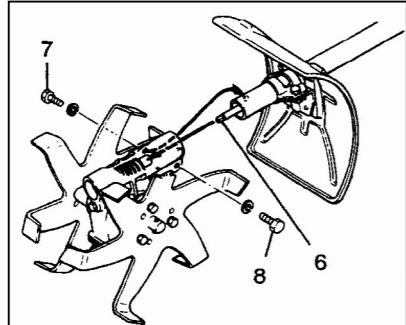

Fig. 4
- Install Mini-culti. unit onto the pipe end where gear case has been removed from by aligning drive shaft (6) and squared or splined hole in gear case. If drive shaft does not fit into the hole, try to turn the whole unit slightly right and left. (Fig. 4)
- Once the unit is completely inserted, meet the locking hole of pipe and that of gear case, tighten the lock screw (7) in the hole and pipe tightening screws (8) in order. (Fig. 4)
- Installer l'ensemble du mini-motoculteur sur le bout du tuyau d'où on a retiré la boîte d'engrenages en alignant l'arbre d' entraînement (6) et le trou carré, ou cannelé dans la boîte d'engrenages. Si l'arbre d' entraînement ne s'enclasse pas dans le trou, essayer de tourner l'ensemble tout entier un peu à droite et à gauche. (Fig. 4)
- Lorsque l'ensemble est inséré complètement, réunir le trou de serrage de tuyau à celui de la boîte d'engrenages, serrer la vis de blocage (7) dans le trou et les vis de serrage de tuyau (8) selon cette séquence. (Fig. 4)